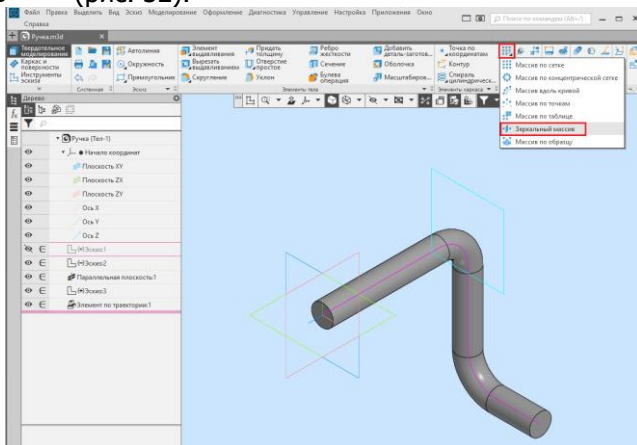

Рис. 32.
7. Завершаем построение ручки. Для этого на инструментальной панели **Массив, копирование** в выпадающем меню **Массив по сетке** выбираем **Зеркальный массив** (рис. 32).